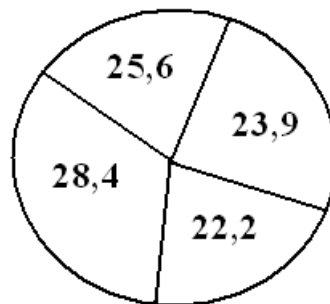

Рисунок. 7.1. Співвідношення ймовірності за критерієм якості
1. Формування нової популяції з тим же числом особин. При формуванні нової популяції використовується принцип рулетки (рис. 7.1).